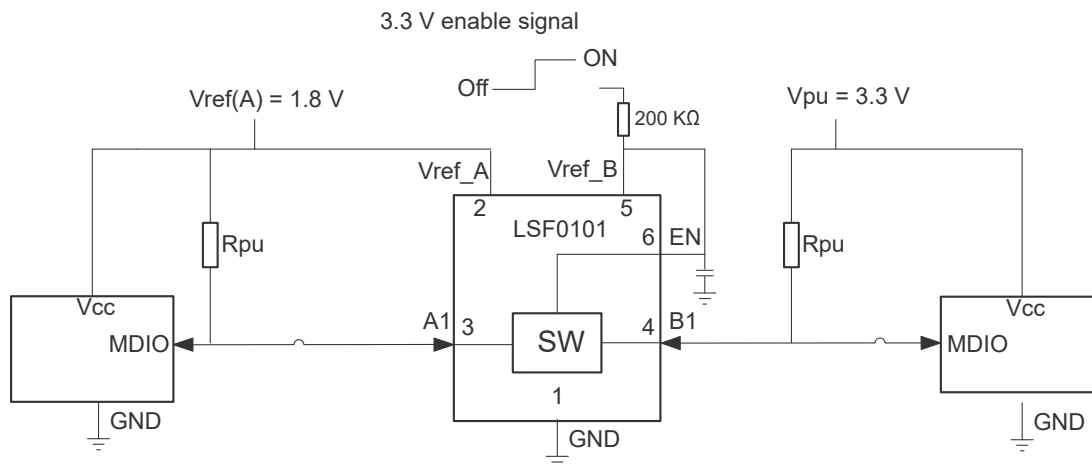

図 9-1. オープン・ドレイン変換の代表的なアプリケーション回路 (例として MDIO を使用)
- V_{CCB}/V_{CCA} は V_{ref_B} または V_{ref_A} と同じではありません。 V_{CCB} は LSF デバイスに供給される B 側の電源電圧を表し、 V_{ref_B} は 200k Ω 抵抗の反対側にある V_{ref_B} ピン (図 9-1 のピン 7) の電圧を表します。